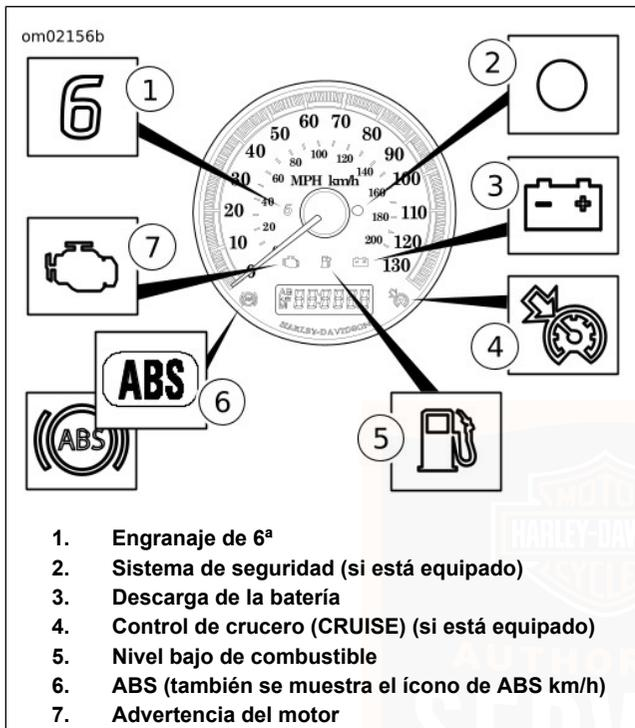

Figura 17. Luces de los instrumentos
Vea Figura 17. La luz de sexta marcha (1) indica que la transmisión está en la sexta marcha.
Vea Figura 17. En las motocicletas equipadas con un sistema de seguridad, se enciende la luz del sistema de seguridad (2) cuando el sistema de seguridad esté activado. Vea SISTEMA DE SEGURIDAD > SISTEMA DE SEGURIDAD (Página 87).
Vea Figura 17. La luz de descarga de la batería (3) indica la sobrecarga o la falta de carga de la batería. Vea MANTENIMIENTO Y LUBRICACIÓN > MANTENIMIENTO DE LA BATERÍA (Página 165).
Continua: Vea Figura 17. La luz del control de crucero (4) se ilumina de color ámbar cuando el control de crucero está encendido. La luz se vuelve verde cuando la velocidad de crucero se ha configurado y la motocicleta alcanza la velocidad de crucero. La luz vuelve a ponerse ámbar si el control de crucero se desactiva y está a la espera de un comando de reanudar. Vea CONTROLES E INDICADORES
Continua: Vea Figura 17. La luz de advertencia de nivel bajo de combustible de color ámbar (5) se ilumina cuando la gasolina en el tanque llega al nivel bajo de combustible. Consulte la Tabla 13.
Intermitente: Vea Figura 17. En los vehículos con ABS, la luz del ABS (6) empieza a destellar cuando se enciende el vehículo. La luz destellante indica que el sistema se encuentra en modo de diagnóstico automático. Continúa destellando hasta que la velocidad de la motocicleta excede los 5 km/h (3 mph). El ABS no funciona hasta que la luz se apaga.
Vea Figura 17. La luz de advertencia del motor (7) está ubicada dentro del grupo de instrumentos. Su propósito es indicar si el motor/sistema de mantenimiento del motor está funcionando normalmente. El color de la luz de advertencia del motor es ámbar.